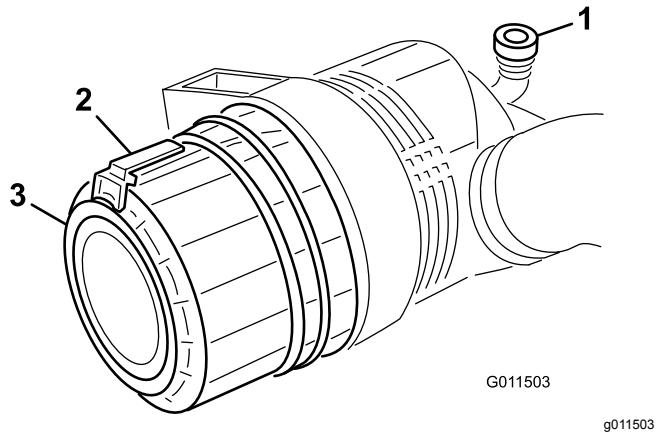

Figura 71
- Puxe o trinco para fora e rode a cobertura do filtro de ar no sentido contrário ao dos ponteiros do relógio (Figura 71).
7. Instale a tampa orientando a válvula de saída de borracha (Figura 71) para uma posição descendente – entre aprox. 5:00 e 7:00, na perspetiva extremidade. Fixe o trinco.